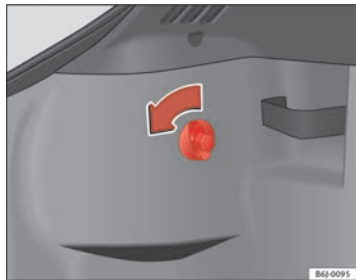

Fig. 147 Accesso ai fanali posteriori
- Ruotare la vite nel senso della freccia con la mano o aiutandosi con un cacciavite ⇒ fig. 147.
- Togliere il connettore dall'alloggiamento (A) ⇒ fig. 147. ►